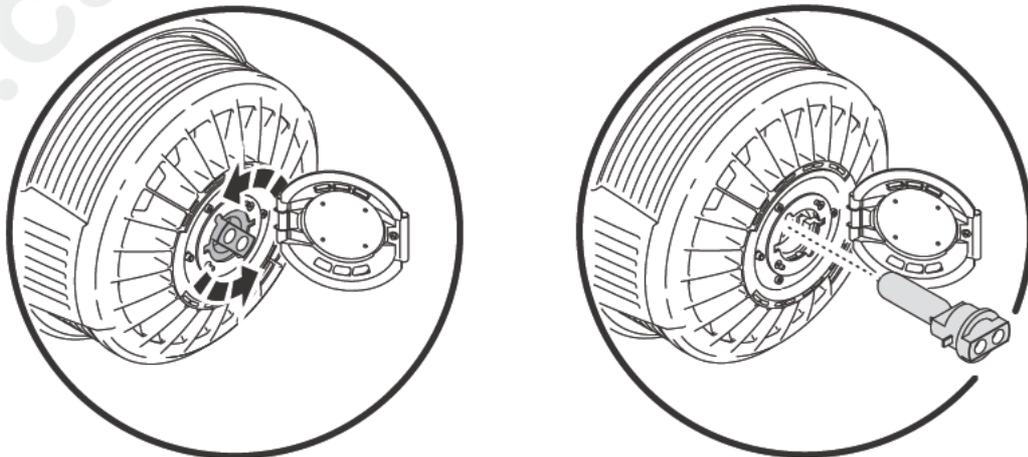

Figura 2: Cambio de lámpara
4. Coger la base cerámica de la lámpara, girarla 45° en sentido antihorario y extraer de forma conducida la lámpara del aparato tal y como se muestra en la Figura 2.